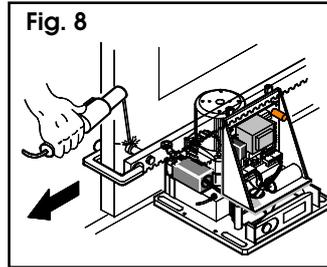

Fig. 8
- 4) Appuyer sur le pignon le premier élément de crémaillère en regard de la première entretoise (fig.8).
- 5) Fixer l'élément de crémaillère sur le vantail au moyen d'un serre-joint (fig.8).